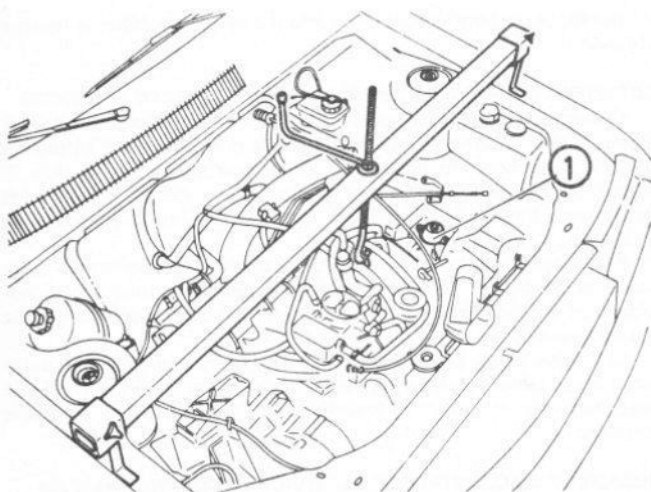

Fig. 13.89 Utilisation d'une traverse de soutien du moteur (Sec 15)
- 54 Reprendre le poids du moteur. Peugeot recommande l'emploi d'une barre, comme illustré à la Fig. 13.89; cependant, on peut utiliser un palan ou un cric rouleur et un berceau par le bas.